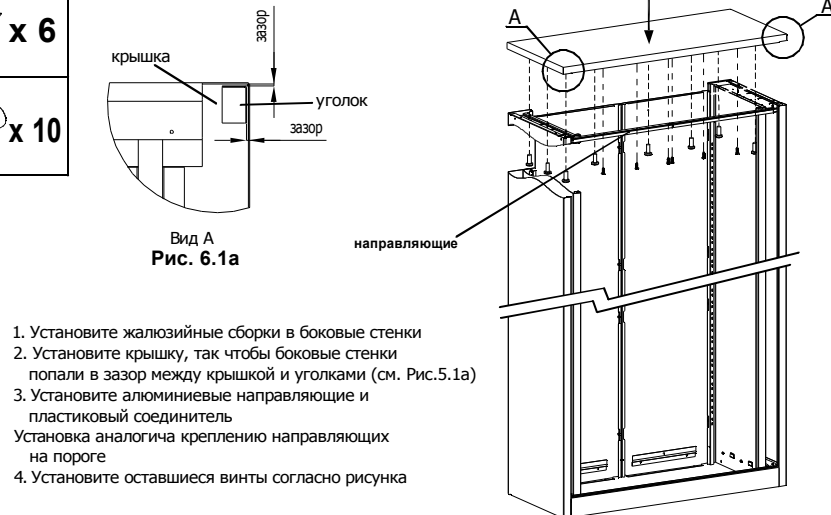

Рис. 5.1
2. Установите крышку, так чтобы боковые стенки попали в зазор между крышкой и уголками (см. Рис.5.1а)